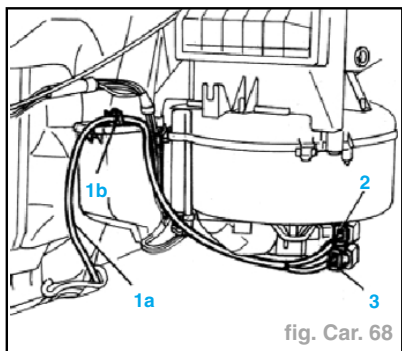

fig. Car. 68
- Débrancher la connexion électrique (fig. Car. 68).